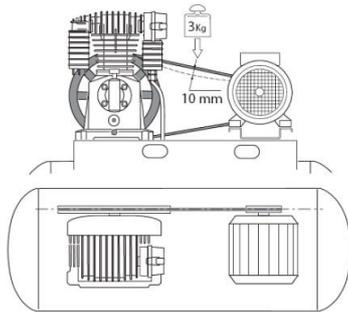

Abb. 19: Prüfen der Riemenspannung
Schritt 5: Überprüfen Sie die Riemenspannung. Der Riemen muss sich in der Mitte um ungefähr 10 mm biegen, wenn eine Belastung von 3 kg daran angebracht wird (Abb. 19). Stellen Sie die Riemenspannung gegebenenfalls nach (durch Verschieben des Motors) und achten Sie dabei darauf, dass die Riemenscheibe und das Schwungrad ordnungsgemäß gefluchtet bleiben.